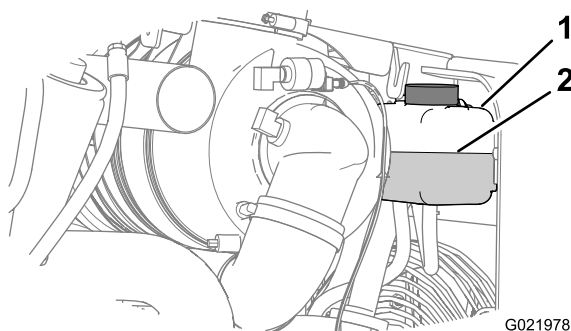

Рисунок 77
4. Проверьте уровень охлаждающей жидкости в баке (Рисунок 77).
Примечание: Убедитесь в том, что уровень охлаждающей жидкости находится между отметками Add (Добавить) и Full (Полный) бачка (Рисунок 77).